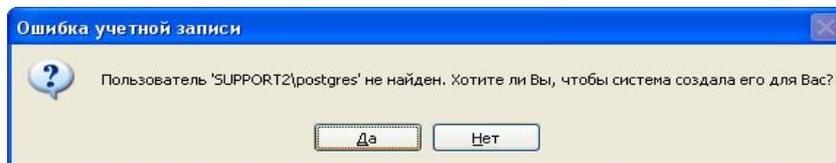

Рис. 4.2.4. Уведомление об ошибке учетной записи
- ü При первоначальной установке программы PostgreSQL на компьютер, появляется уведомление об ошибке учетной записи. Нажмите кнопку *Да* для создания этой учетной записи (рис. 4.2.4).